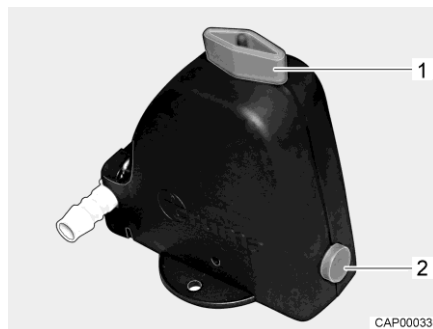

Bild 260 Sicherheits-/Ablassventil (Truma)
- Das Sicherheits-/Ablassventil (Truma) öffnen. Dazu den Drehknopf (Bild 260,1) längs zum Sicherheits-/Ablassventil drehen. Der Druckknopf (Bild 260,2) springt heraus.